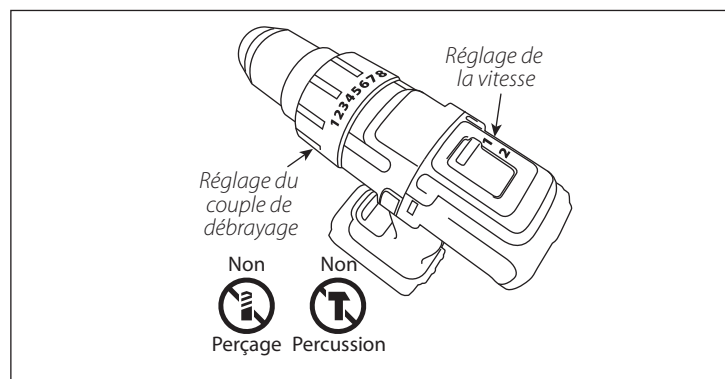

FIGURE 6
VOIR FIGURE 6 Tout autre réglage peut entraîner une perte de contrôle de l'outil.
4. Mettre la bague de débrayage en mode « visseuse » ou sur la valeur de réglage de couple la plus basse permettant toujours de travailler le sol. Ne jamais la régler en mode « perceuse » ou « perceuse à percussion ». Le non-respect de cette consigne peut endommager la perceuse ou l'outil attaché. **VOIR FIGURE 6**